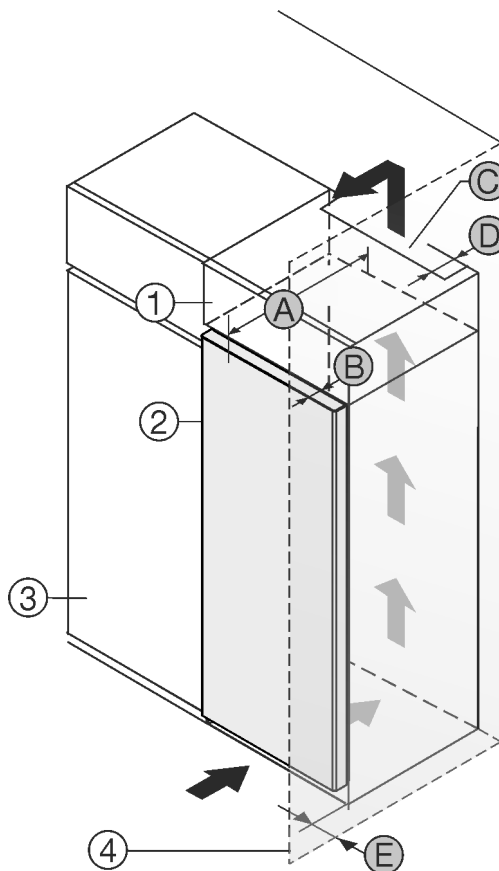

Fig. 1
Ju mund ta instaloni pajisjen direkt ngjitur me dollapin e kuzhinës Fig. 1 (3)\*
Në faqen e pasme të dollapit së montimit duhet të ketë një hapësirë ajrimi me thellësi Fig. 1 (D) në të gjithë gjerësinë e dollapit të montimit.\*
Nën mbulesën e hapësirës duhet respektuar seksioni tërthor i qarkullimit të ajrit Fig. 1 (C)\*
Nëse instaloni pajisjen me mentesha pranë një muri Fig. 1 (4), atëherë duhet që distanca midis pajisjes dhe murit të jetë të paktën 13 mm \*
Në mënyrë që dera të mund të hapet plotësisht, duhet që pajisja të dalë jashtë përpara kanatit të dollapit të kuzhinës sa thellësia e derës Fig. 1 (B). Në varësi nga thellësia e dollapëve të kuzhinës Fig. 1 (3) dhe përdorimi i ruajtësve të distancës nga muri, pajisja mund të dalë më shumë përpara dollapit.\*